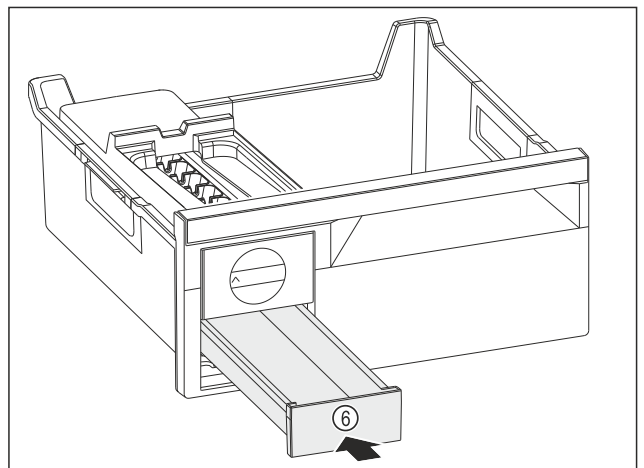

Fig. 188
- ▶ Zasuňte zásuvku na kocky ľadu Fig. 188 (6).